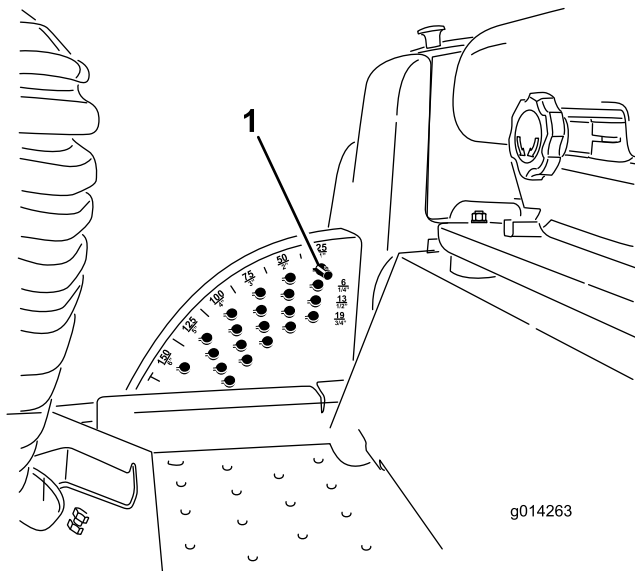

Figura 16
Nota: Para bloquear a plataforma do cortador/acessório numa posição elevada, levante a plataforma passando a posição de 15 cm, retire o pino de bloqueio da altura de corte (consulte Ajustar a Altura de Corte), e coloque o pino na posição da altura de corte de 15 cm (Figura 16).
1. Com o motor a trabalhar empurre para trás o interruptor de elevação da plataforma até que a plataforma de corte esteja completamente levantada e **solte imediatamente o interruptor** (Figura 16).
2. Para ajustar, rode o pino de bloqueio até que o pino do mesmo fique alinhado com as ranhuras nos orifícios no suporte da altura de corte e remova-o (Figura 16).
3. Selecione um orifício, no suporte da altura de corte, que corresponda a altura de corte desejada, insira o pino e rode-o para o bloquear no lugar (Figura 16).
Nota: Existem duas filas de posições de orifícios (Figura 16). A fila de cima dá-lhe a altura de corte indicada por cima do pino. A segunda fila dá-lhe a altura de corte indicada mais 6 mm. A terceira fila dá-lhe a altura de corte indicada mais 13 mm. A fila de baixo dá-lhe a altura de corte indicada mais 19 mm. Para a posição de 15,8 cm só existe um orifício, colocado na segunda fila. Isto não acrescenta 6 mm à posição de 15,8 cm.